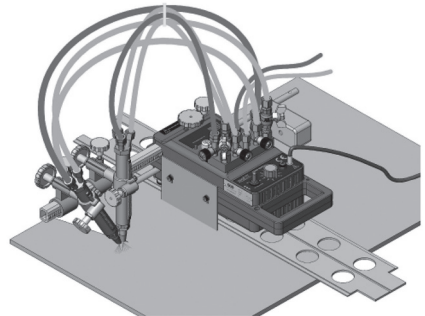

Bild 8 Schrägschneiden und Schneiden von Bändern mit zwei Brennern
7. Verwenden Sie die richtigen Schneiddüsen gemäß dem Punkt 2.4 oben. Die Maschine GCE proFIT® SLM mit zwei Haltern kann für das Schrägschneiden und für das Schneiden von Bändern angewandt werden, wie im Bild 8 angezeigt.